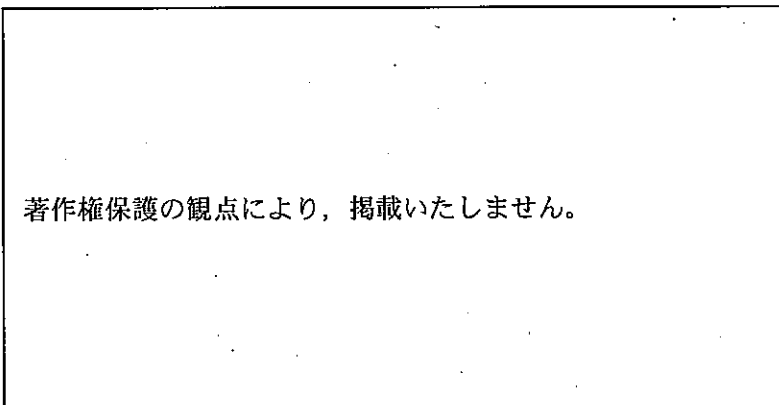
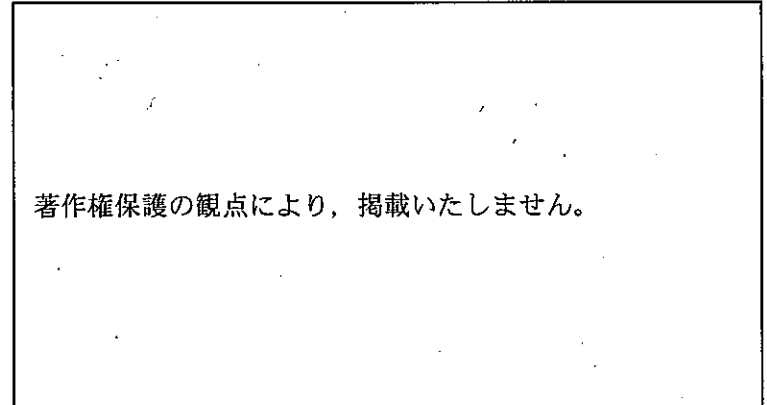

図1
図2
- 次の図1は金属外箱低圧機器の接続図、図2は接地抵抗計の接続図を模式的に示しており、下の表は、人体への通過電流値とその影響を示しています。科目「実習」において、ある生徒が、図2に示す接地抵抗の測定をした後、図1を見て、「この金属外箱低圧機器は、接地工事が行われているので安全だ。」と言いました。この生徒にどのような指導をしますか。人が金属外箱低圧機器に触れたとき、図1の金属外箱低圧機器に接地工事をしている場合と接地工事をしていない場合の人体に流れる漏れ電流の値をそれぞれ求め、漏れ電流が人体に与える影響を踏まえて、それぞれ簡潔に書きなさい。なお、金属外箱低圧機器の接地抵抗の測定値を 100 Ω、人体の抵抗を 5 kΩ とし、漏電遮断器は設置しないこととします。